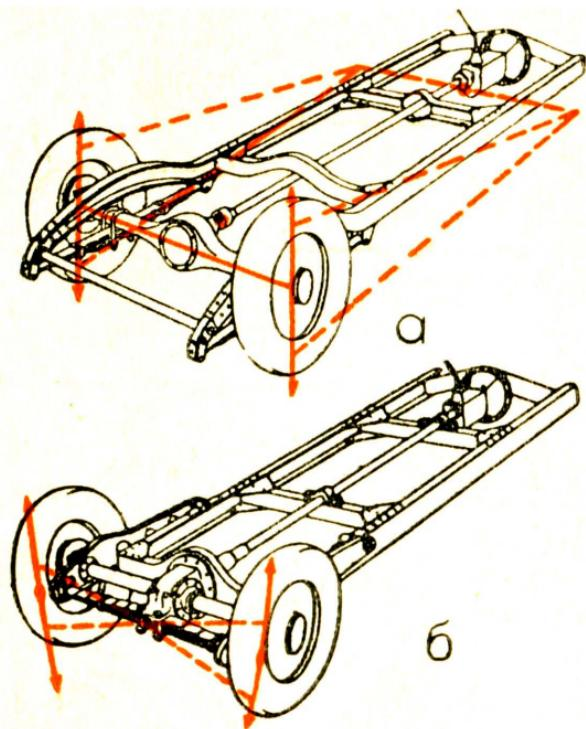

Рис. 35. Рама, осі та ресори.
Оси автомашин можуть бути або **сталі**, то значить виконані з одної штаби, чи з двох частей, але не ломаних, або **ламані** зложені з двох півосей, що можуть ламатись під кутом. Тоді обидва колеса завішені незалежно від себе, що дає краще ресорування. На рис. 35 а бачимо раму зі сталими осями, а на рис. 35 б з ламаними. В обидвох випадках осі прикріплені до рами за посерединцем нівеліптичних ресорів.
Рис. 35 а. Двосувній рушій.
1. Немає хлипаків, а тим самим і кулачкового валка та попіхачів. Іх заступають отвори звані каналами в циліндрі, згл. в толоку. Маємо отже канал всисний (рис. 35 а „Е“), канал вихлипний „А“ і канал перепливовий „С“! Вхід перепливового каналу до циліндра означений буквою „В“.
рушія і тому мусить він бути зовсім щільний, а в картері не може бути олія (тл. рис. 35 а).
Рушій з носковим толоком зображеній на рис. 35 а вгорі. Носок толока означений буквою „**D**”. Перебіг праці такого рушія є слідуючий:
По вибуху толок посувається вниз і легко стискає зассану перед тим до корбового простору мішанку. Горішній правий беріг толока відкриває вихлипний канал **A**, а сейчає після того також перепливовий канал **C—B**. Гази спалення виходять вихлипним каналом, а свіжа, стиснена передтим, мішанка входить отвором **B** до циліндра, де носок **D** спрямовує її вгору (рис. 35 а, вгорі направо) і не позволяє лишатись з газами спалення. В тім часі толок осягає додатне мертвте положення, а потім посувається вгору і зачиняє отвори перепливового і вихлипного каналу. Гази спалення вспіли вже вийти, а свіжа мішанка виповнила циліндер. Дальшим рухом вгору, толок стискає мішанку в циліндрі, а рівночасно розріджує простір корбовий, бо всі канали зачинені. Коротко перед гор. мертвим положенням, долішній беріг толока відчиняє всисний канал **E** (рис. 35 а вгорі наліво за толоком), яким свіжа мішанка впадає до розріженого простору під толоком. Толок доходить до горішнього мертвого положення, наступає вибух і перебіг праці повторяється.
Праця рушія з плоским толоком представлена на рис. 35 знизу. Різиться він від попереднього конструкцією толока та формою і розміщенням каналів, що саме позволяють на виплив газів і наповнення циліндра без участі носка.